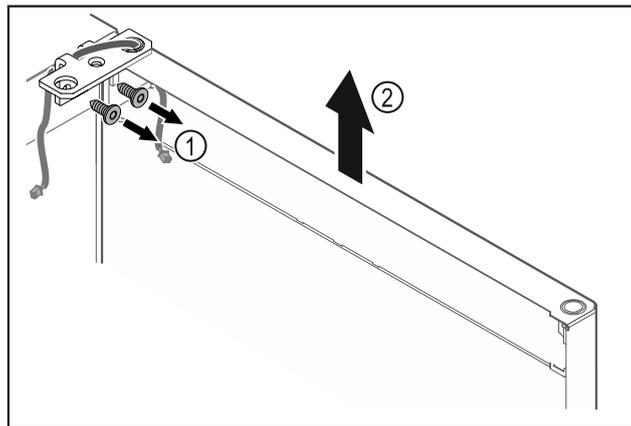

Fig. 16
- Svitare la cerniera angolare Fig. 16 (1).
- Sollevare la porta con la cerniera angolare Fig. 16 (2) di ca. 200 mm verso l'alto in senso orizzontale e rimuoverla.